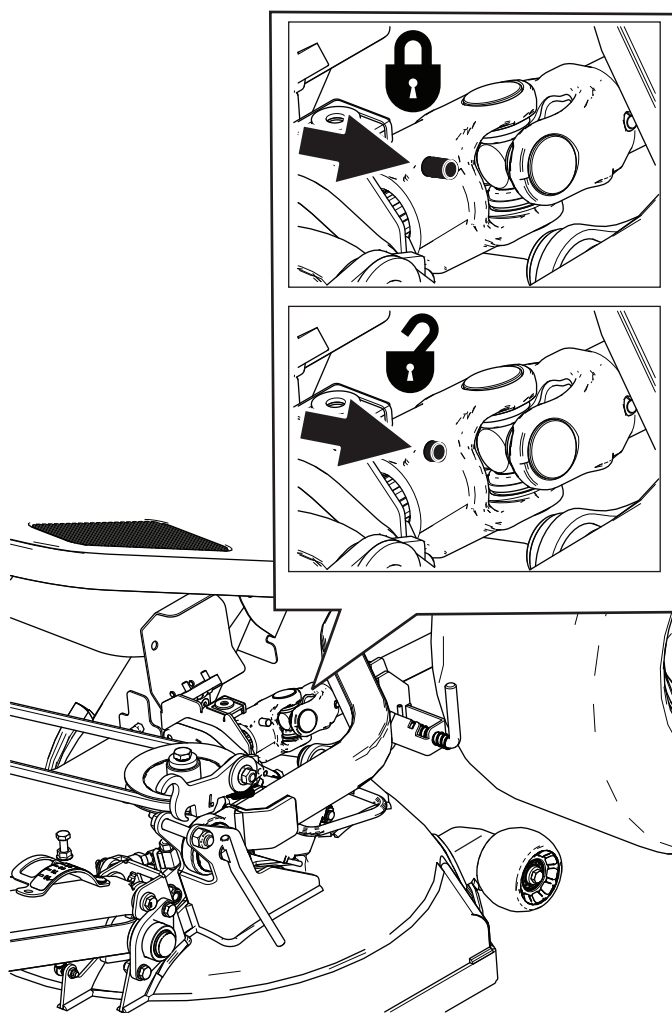

Figura 92
1. Ruotate il fissaggio a un quarto di giro e aprite la protezione del giunto cardanico dal copricinghia (Figura 92).
2. Scollegate l'estremità anteriore dell'albero di trasmissione dalla scatola ingranaggi dell'apparato di taglio premendo il perno a molla e tirando all'indietro l'estremità dell'albero di trasmissione (Figura 92).
3. Rilasciate il perno a molla e accertatevi che il giunto cardanico dell'albero di trasmissione sia bloccato nella scatola ingranaggi dell'apparato di taglio; fate riferimento alla Figura 92.